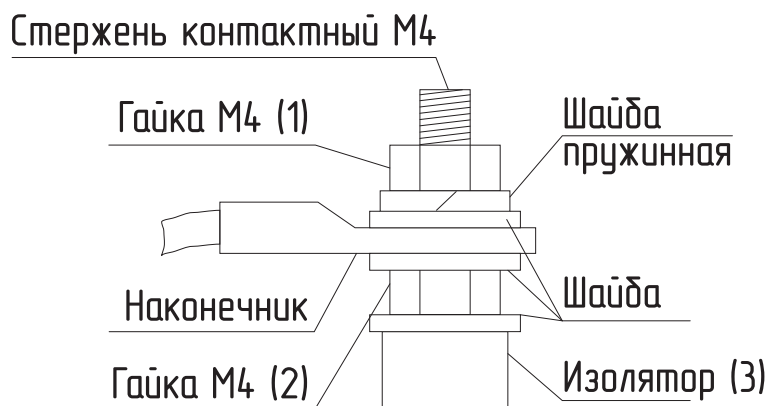

Рис.21 Присоединение проводов к выводам блок ТЭН
- при замене блок ТЭН присоединение фазных проводов к выводам блок ТЭН производить согласно **Рис.21**. Сечение кабеля указано в **Таб.1** и **Таб.2**;
- провод нейтраль «N» подключить на перемычку блока ТЭН (**Рис.21**).